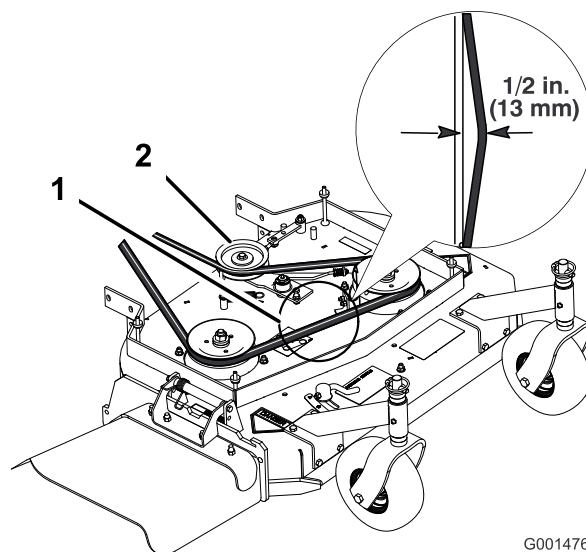
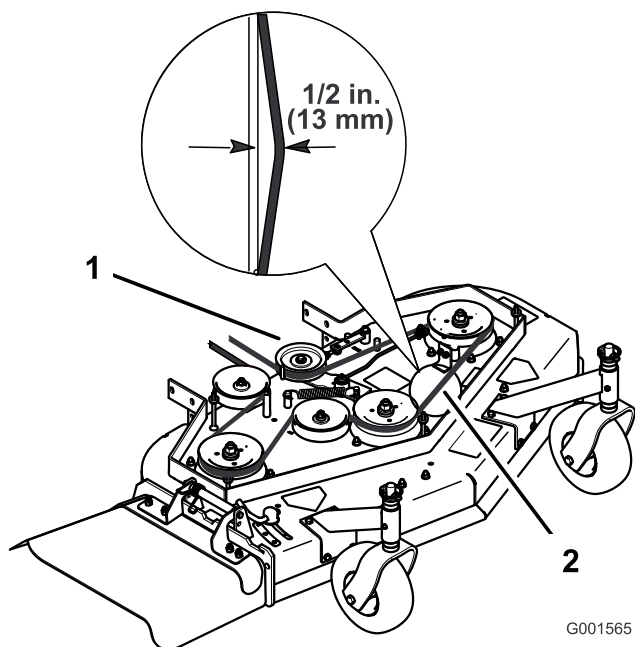

Figura 52
Figura 53
Nota: La tensión correcta de la correa del cortacésped es de 44–67 N (10–15 lbf) con la correa desviada 13 mm (1/2 pulg.) en el punto intermedio entre las poleas (Figura 52 o Figura 53).
3. Afloje la contratuerca del tensor (Figura 52).
4. Gire el tensor hacia la parte trasera del cortacésped para aumentar la tensión de la correa. Gire el tensor hacia la parte delantera del cortacésped para reducir la tensión de la correa (Figura 52).
Nota: La tensión correcta de la correa es de 44-67 N (10-15 lbf) con la correa desviada 13 mm (1/2 pulg.) en el punto intermedio entre las poleas (Figura 52).
Nota: La tensión correcta de la correa es de 44-67 N (10-15 lbf) con la correa desviada 13 mm (1/2 pulg.) en el punto intermedio entre las poleas (Figura 53).